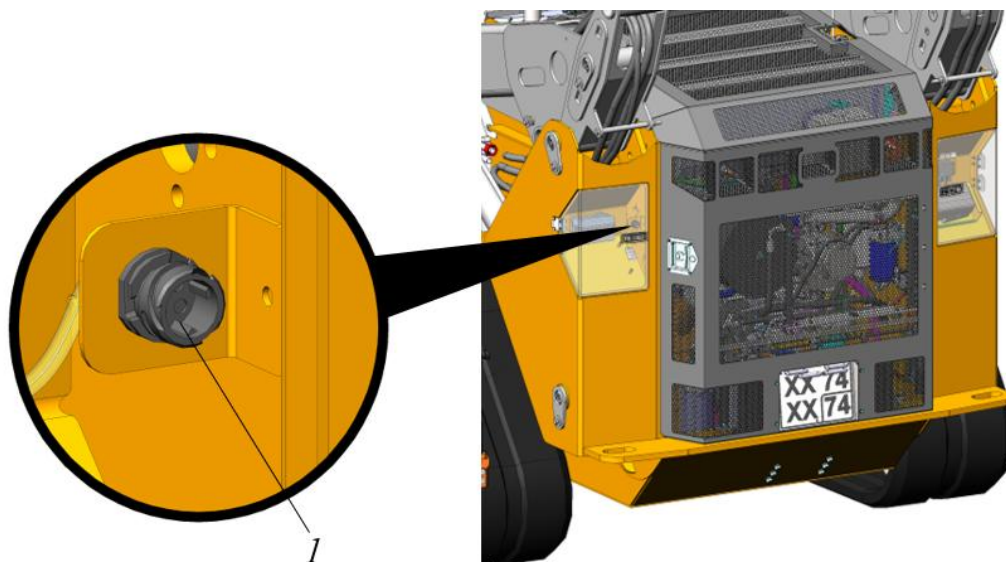

Рисунок 5.8. Подключение пульта управления подъемом кабины
- Подключить пульт управления к колодке 1, см. рис. 5.8, предварительно открыв левый лючок в задней части машины.
- ▶ Отключить пульт управления от колодки 1, см. рис. 5.8.